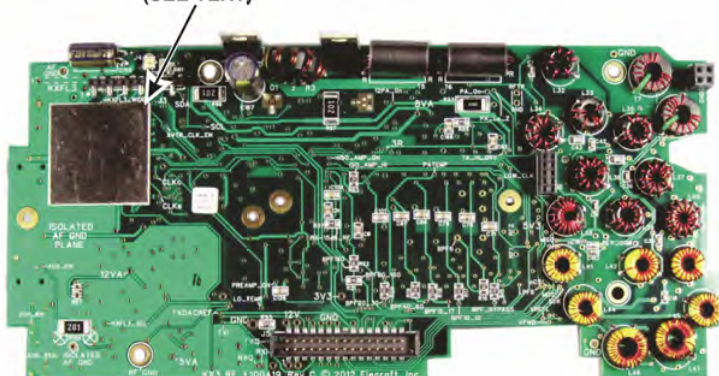

Figure 37. Installing the RF Board Shield.
□ ESD予防措置を講ずることは、その保護封筒からRFボードを取り除き、シールドをpcボード上の正方形のアウトラインにマウントします。シールドを離れてカバーする保護後部の皮をむいて、図37に示されるようなRFボード上のアウトラインでシールドを注意深く整理させていただきます。それがRFボードによく付着させられることを保証するためにシールドを押してください。